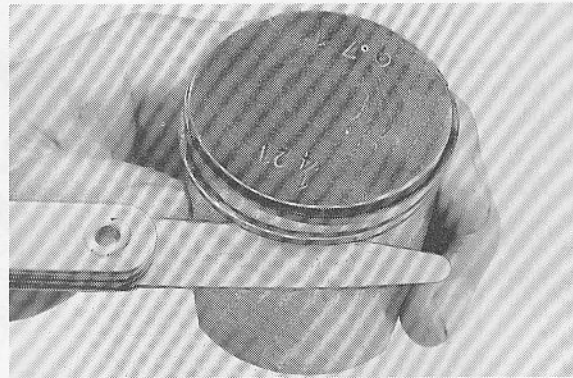

Fig. 3-3-17
d. With rings installed in grooves, insert feeler gauge between ring side and groove. If beyond tolerance, replace ring and/or piston as required. (Fig. 3-3-17)
d. Avec des segments installés dans les gorges, insérer les cales de mesure entre le côté du segment et la gorge. Si le jeu dépasse les tolérances, remplacer le segment et/ou le piston suivant besoin. (Fig. 3-3-17)